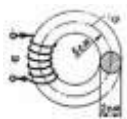

Рисунок 3 –
- 1 Каким должен быть намагничивающий ток катушки индуктивности, имеющей 200 витков, чтобы ее намагничивающая сила создала в чугунном кольце магнитный поток 0,000157 Вб? Средний радиус чугунного кольца 5 см, а диаметр его сечения 2 см (рисунок 3).